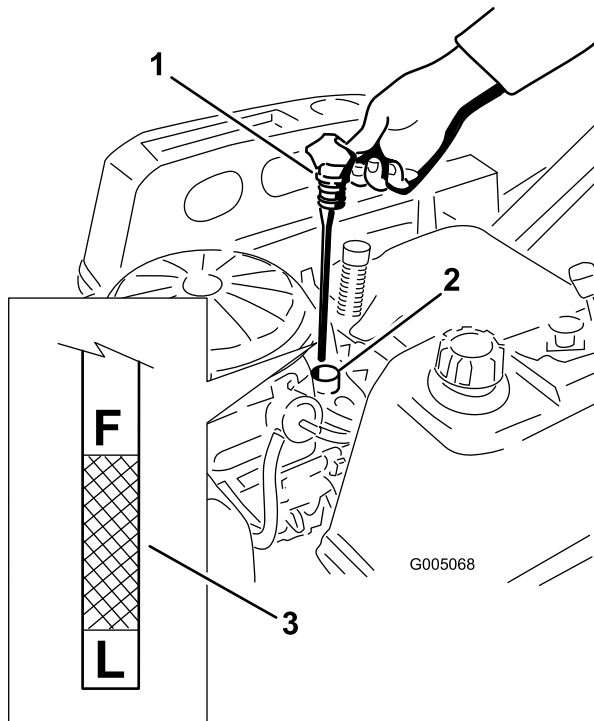
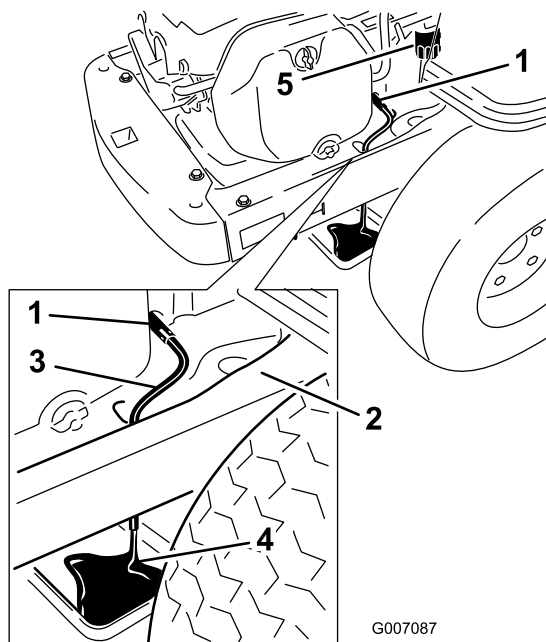

Bild 27
Bild 29
4. Ziehen Sie den Fülldeckel bzw. den Peilstab heraus und wischen Sie das Öl ab. Setzen Sie den Peilstab wieder ein und drücken Sie ihn richtig rein (Bild 27).
5. Nehmen Sie den Peilstab heraus und prüfen Sie den Ölstand (Bild 27).
7. Stellen Sie eine Wanne direkt unter das Ablassloch im Rahmen unter die Maschine, wie in Bild 29 dargestellt.
8. Drehen Sie das Ablassventil um eine Vierteldrehung nach links, um es zu öffnen, damit das Öl ablaufen kann (Bild 29). Nehmen Sie den Öleinfüllstutzendeckel/Peilstab ab (Bild 27).
10. Nehmen Sie den alten Filter heraus und wischen Sie das Befestigungspolster ab (Bild 29).
11. Schließen Sie das Ablassventil, sobald alles Öl abgelaufen ist. Entfernen Sie den Ölablassschlauch und wischen Sie Ölreste vom Rahmen ab (Bild 29).
15. Gießen Sie ca. 80 % der angegebenen Ölmenge langsam in den Einfüllstutzen (Bild 27).
16. Stecken Sie den Ölfülldeckel und Peilstab wieder fest ein (Bild 27).
17. Prüfen Sie den Ölstand (Bild 27); siehe „Prüfen des Ölstands“.
19. Stecken Sie den Ölfülldeckel und Peilstab wieder fest ein (Bild 27).